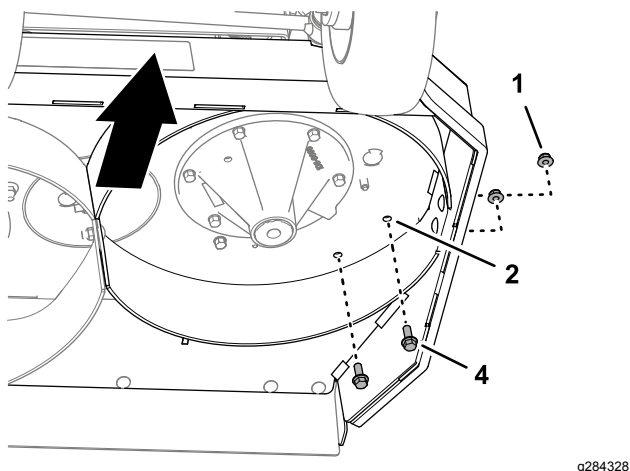

Figura 10
4. Montate 2 viti a testa cilindrica flangiata ($\frac{3}{8}$ " x 1") nei fori da 10 mm nel piatto di taglio (Figura 10) e fissate le viti a testa cilindrica con 2 dadi di bloccaggio flangiati ($\frac{3}{8}$ ") rimossi al passaggio 3.